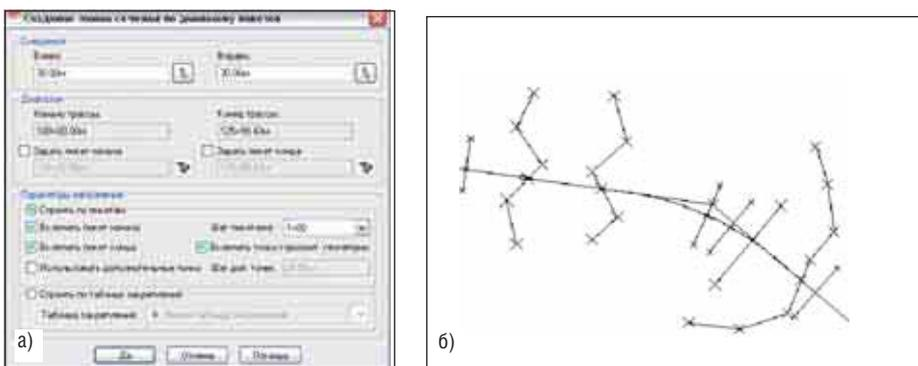

Рис. 10. Создание линий сечений (а – задание параметров сечений, б – пример отображения линий сечения трассы в чертеже)
- по диапазону пикетов (рис. 10а);
Система предусматривает получение поперечных профилей под различными углами (рис. 10б) в любой точке трассы и по любой из трасс проекта.